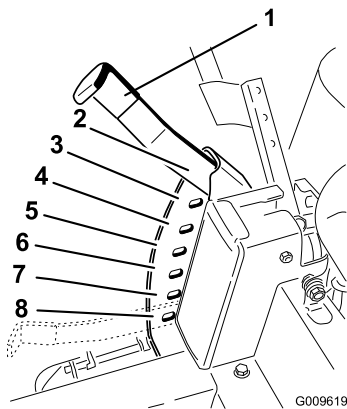

Figure 18
1. Relevez le levier de sélection de hauteur de coupe en position de transport, à la position de réglage **G** (qui correspond aussi à la hauteur de coupe de 115 mm) (Figure 18).